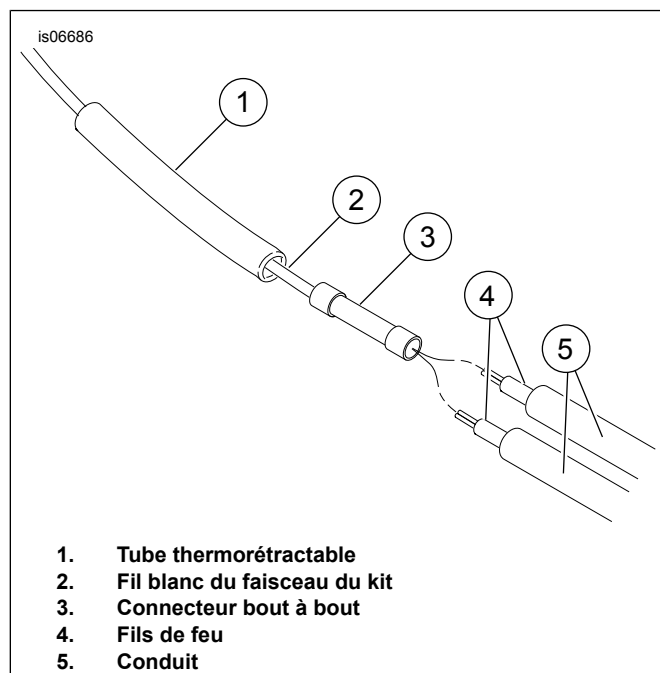
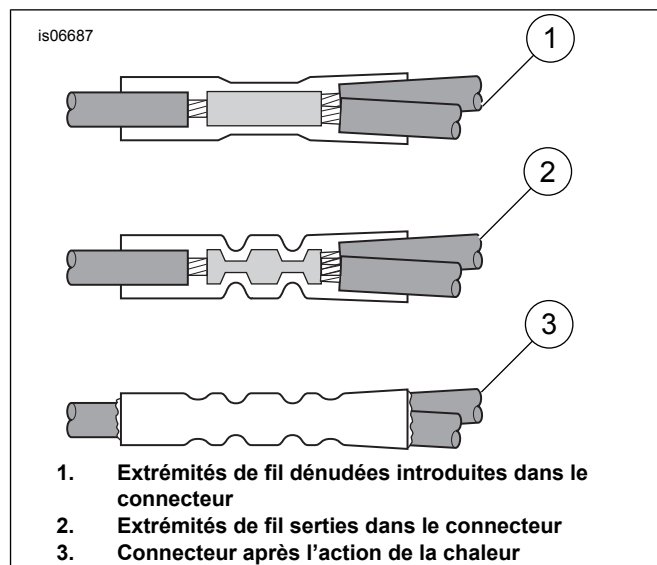

Figure 8. Connecter les fils de feu au faisceau du kit
Figure 9. Installation des connecteurs bout à bout scellés
21. Voir Figure 8 et Figure 9, et la section CONNECTEURS BOUT À BOUT SCELLÉS du manuel d'entretien. Glisser le tubage thermorétractable (1) sur le fil blanc (2) du faisceau du kit et sertir le connecteur électrique (3) sur le fil avec un sertisseur, n° de pièce H-D 38125-8.
22. Acheminer les deux fils de feu (4) vers le connecteur. Dénuder les fils sur une longueur d'environ 25 mm (1 pouce) pour qu'ils dépassent du connecteur à bout à bout. Dénuder le conduit (5) d'environ 38 mm (1 1/2 po) de l'extrémité du fil.
24. Introduire les extrémités des deux fils de feu (4) dans le connecteur électrique (3) et sertir les fils sur le connecteur avec le sertisseur.